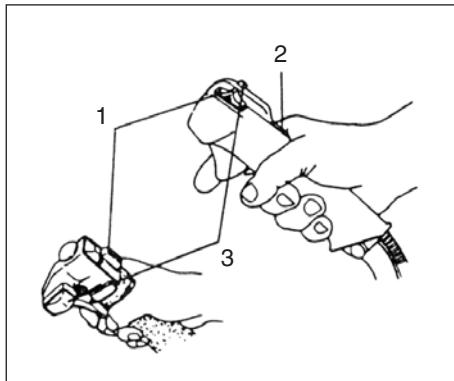

Fig.2-2
Arrancar o motor (Fig. 2-2, 2B)
1. Coloque o botão da ignição (1) na posição ON. (Fig. 2-2, 2B)
2. Mantendo o travão de segurança (2) (não fornecido com todos os modelos) premido, puxe do gatilho do acelerador e pressione no botão de travamento (3). A seguir, deixe primeiro recuar lentamente o gatilho e, depois, o travão de segurança. Isto faz travar o acelerador na posição de arranque. (Fig. 2-2, 2B)